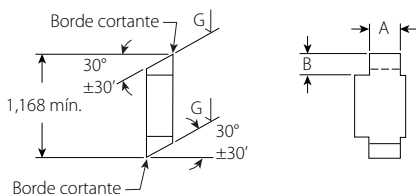

FIGURA 5
2. Afile ambos bordes de la pieza de corte conforme a norma. Ver Figura 5.